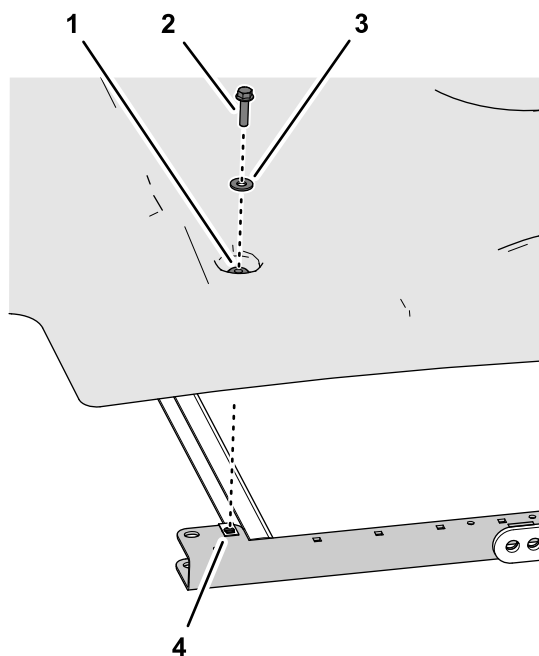
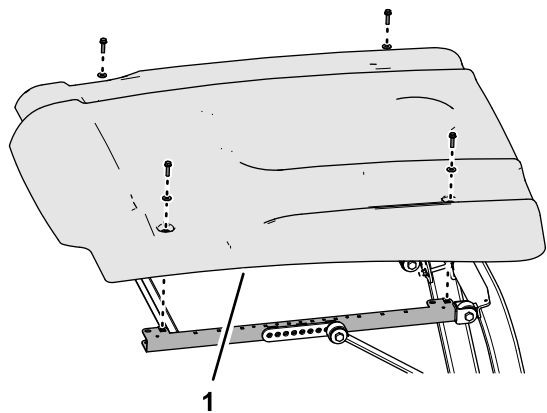

Figura 2
Figura 1
1. Remova os quatro parafusos de cabeça flangeada (5/16 x 1 1/4 pol.) e quatro anilhas (5/16 pol.) que prendem o toldo aos canais da estrutura lateral (Figura 1 e Figura 2).